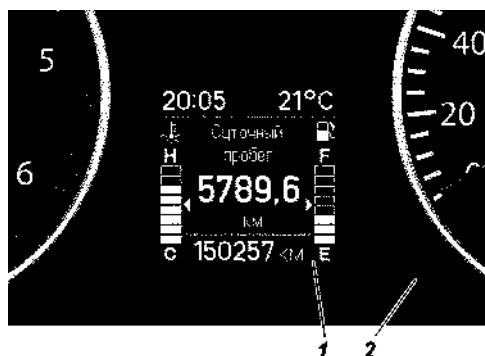
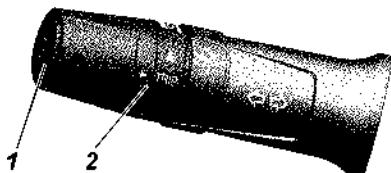

Рис. 3.5. Управление маршрутным компьютером на комбинации приборов:
Рис. 3.6. Органы управления
**2 -комбинация приборов (рис. 3.5).**
Информация маршрутного компьютера высвечивается на жидкокристаллическом дисплее 1 комбинации приборов (рис. 3.5).
Выбор режимов маршрутного компьютера осуществляется поворотом переключателя 2 (рис. 3.5) в комбинации приборов либо кольца 2 (рис. 3.6) на левом подрулевом переключателе.
Средняя строка отображает переменные данные, настройка значений которых осуществляется поворотом по часовой стрелке или против часовой стрелки переключателя 2 (рис. 3.5) или кольца 2 «TRIP» (рис. 3.6).
-суточный пробег автомобиля. Сброс показаний счетчика суточного пробега производится продолжительным (более 2 с) нажатием на кнопку 2 (рис. 3.5) или 1 «OK/RESET» (рис. 3.6);